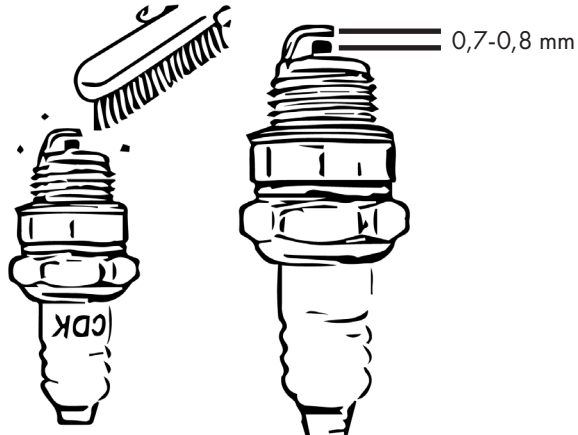

Figure 28
- Enlevez les dépôts sur la bougie d'allumage. Voir figure 28.
- Réglez l'écartement des électrodes avec une valeur de consigne de 0,7 à 0,8 mm. Voir figure 28.